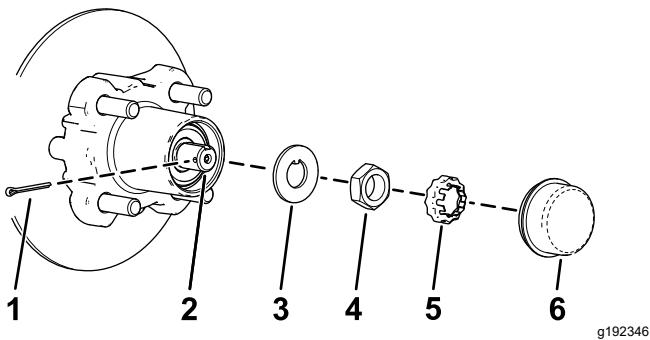
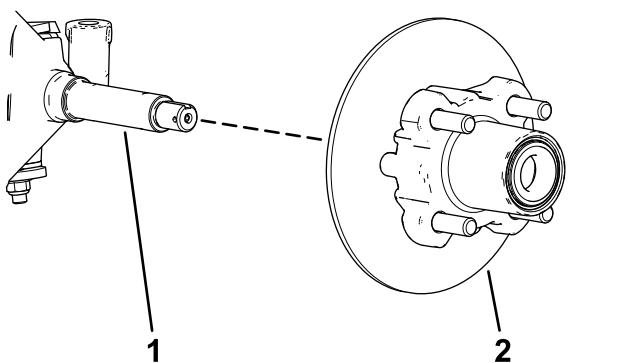

Figura 34
Figura 35
4. Retire el tapón guardapolvo del cubo (Figura 34).
- 5. Retire la chaveta y el retén del eje/tuerca del eje (Figura 34).
- 6. Retire la tuerca del eje y separe el conjunto de cubo y rotor del eje (Figura 34 y Figura 35).